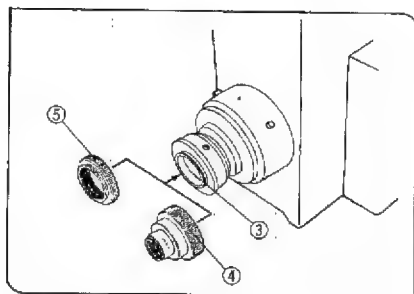

図 113
- 2) 後側のアダプタにTマウント取付用ねじ③がありますので、そこへCマウントアダプタ(U-CMT)④または、Fマウントアダプタ(U-FMT)⑤を確実にねじ込みます。(図113)